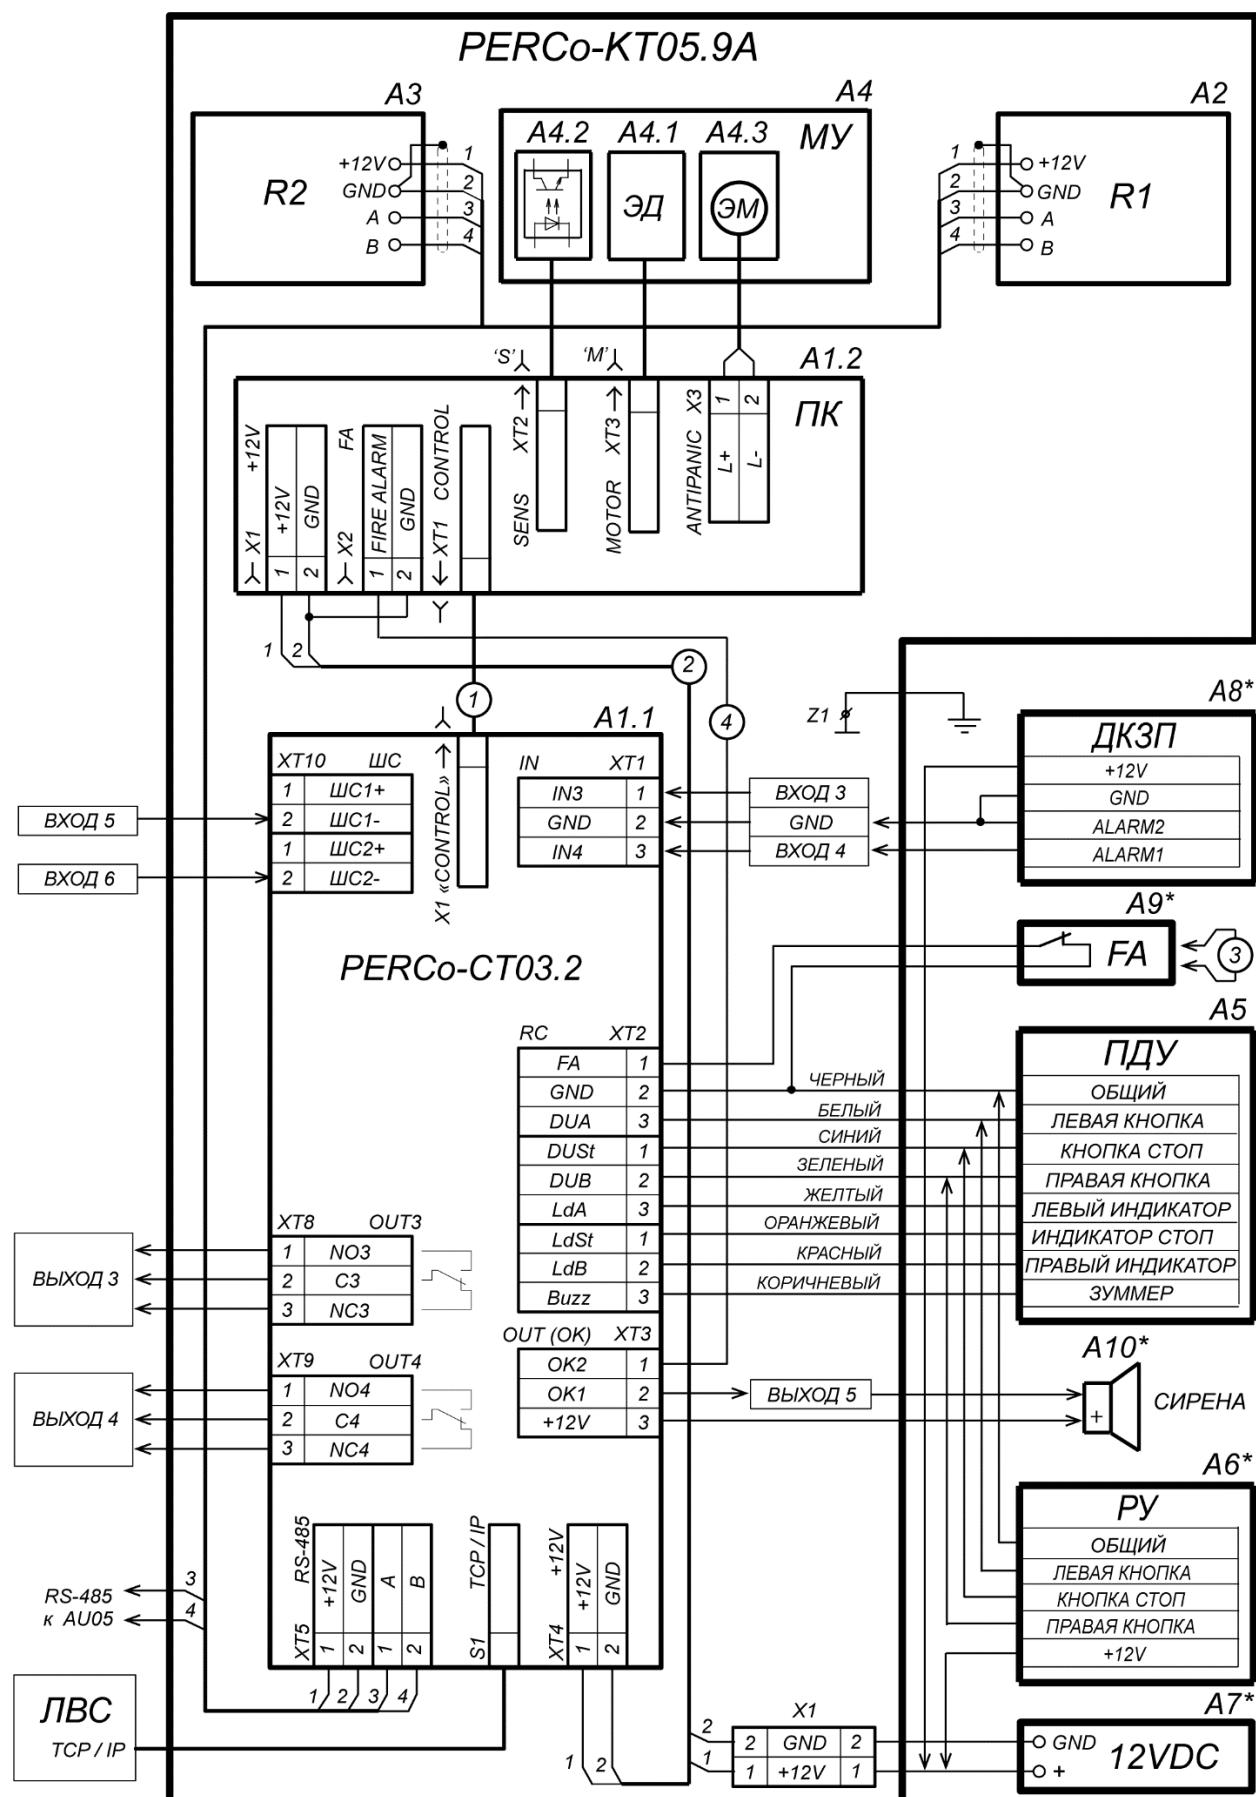

Рисунок 13. Схема подключения ЭП и дополнительного оборудования
Расположение клеммных колодок на нижней плате контроллера ЭП показано на рис. 6, назначение контактов клеммных колодок указано в табл. 1. Схема подключения приведена на рис. 13. Используемые при подключении типы кабелей указаны в табл. 4. При монтаже ЭП придерживайтесь следующей последовательности действий:
11. Подключите кабель питания (15) к выносной клеммной колодке **X1** на кронштейне платы контроллера ЭП согласно схеме, приведенной на рис. 13.
12. Подключите кабель (13) ПДУ (12) к клеммной колодке **XT2** на плате контроллера ЭП согласно схеме, приведенной на рис. 13.
13. Подключите при необходимости кабели от других устройств к соответствующим клеммным колодкам платы контроллера ЭП согласно схеме, приведенной на рис. 13.
позиционные обозначения А1-А4 и З1 – указаны на рис. 13